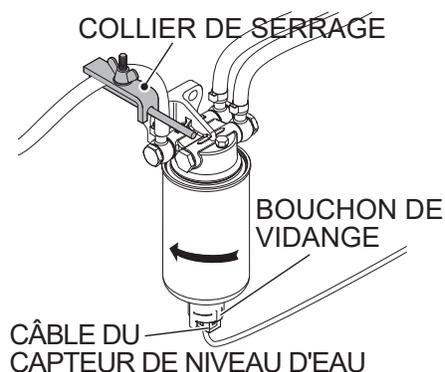

Figure 39. Préfiltre à carburant
- Bloquez la conduite d'alimentation en carburant à l'aide d'un collier de serrage (Figure 39) entre le réservoir de carburant et le préfiltre à carburant.